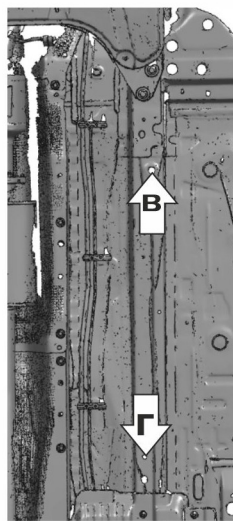

Рис.3
4. Над отверстием (В) установить закладную М8 с усиком, над отверстием (Г) установить закладную М8 с проволокой (рис.3).
5. Вкрутить на 2 -3 оборота болты М8Х40 с шайбами 8 через втулки 17 мм в закладную М8 с усиками (В), в закладную М8 с проволокой (Г) (рис.3).